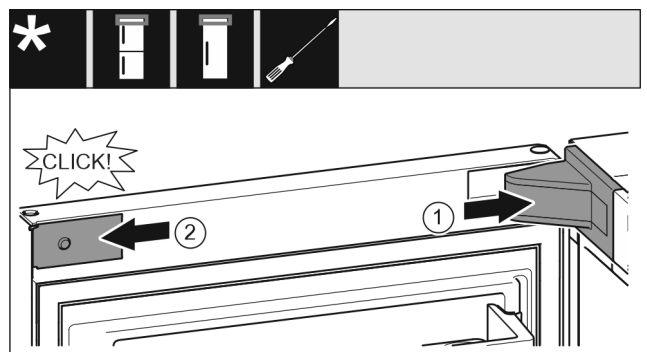

Fig. 21
- ▶ Helyezze fel és pattintsa be a csapágybak fedelét Fig. 21 (1), szükség esetén óvatosan nyomja szét.
- ▶ Helyezze fel oldalra a takarólemezt Fig. 21 (2), és pattintsa be.